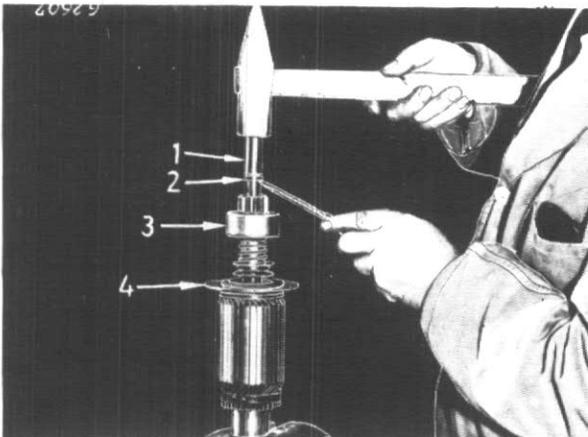

Figure 16
Dégagez du circlip la butée du pignon (2), au moyen d'un mandrin approprié (1) fig. 16.